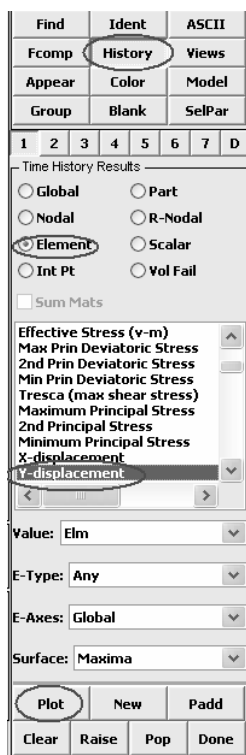
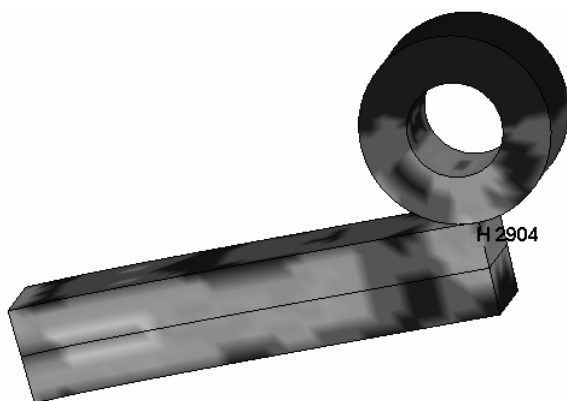

图 2-198 “History”选项
图 2-199 一个单元被选中
(9) 单击操作界面右上方的“History”按钮（图 2-198 中用椭圆圈出），再单击“Element”前面的单选框（图 2-198 中用椭圆圈出），再单击 B 梁板右端附近的一个单元。单元被选中后该单元的编号出现（见图 2-199）。如果对所选的单元不满意，可以单击图 2-198 中底部的“Clear”按钮取消选择后重新选单元。
(10) 拖动图 2-198 中的滚动条, 单击选中 “Y-displacement” (图 2-198 中用椭圆圈出), 选中后背景为蓝色, 再单击 Plot (图 2-198 中用椭圆圈出), 弹出 “PlotWindow-1” 窗口 (见图 2-200)。